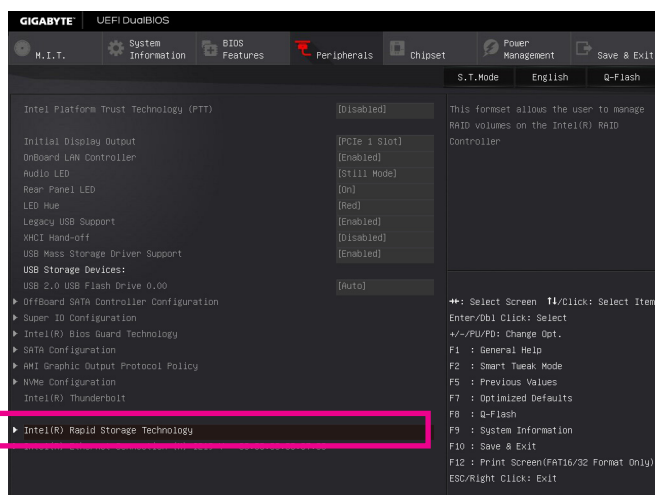

図 3
システムの再起動後、再度 BIOS セットアップに入ります。続いて **Peripherals\Intel(R) Rapid Storage Technology** サブメニューに入ります (図3)。